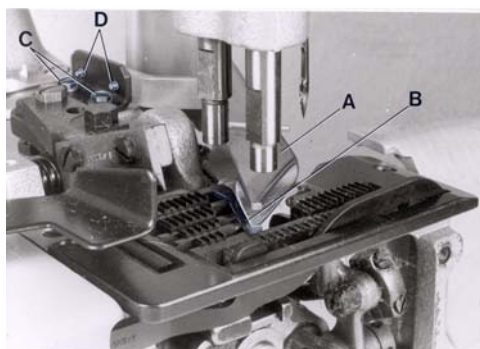

Fig. 24
The adhesive tape folder (A, Fig. 24) has to be assembled so, that it fits close to the bevelling of the cut-out in the throat plate (see Fig. 24). The inner lower edge of the folder mouth (B) must be flush with the top surface of throat plate, and set as far to the left in the throat plate cut-out so the adhesive tape will fully cover the closed bag opening. The folder bracket and the folder can be set accordingly after loosening screws (C and D, Fig. 24). Retighten screws.
Coloque el dobladillador para la cinta adhesiva en tal manera para que cuadre con el sacado de la placa de la aguja (Fig. 24). El borde interior inferior de la boca (B) del dobladillador tiene que estar al ras con la superficie de la placa de la aguja y puesto en forma tal a la izquierda del sacado en la placa de la aguja para que la cinta adhesiva cubra completamente la boca cerrada del saco. El soporte del dobladillador y el dobladillador pueden ser ajustados después de aflojar los tornillos (C y D, Fig. 24). Apriete los tornillos otra vez.